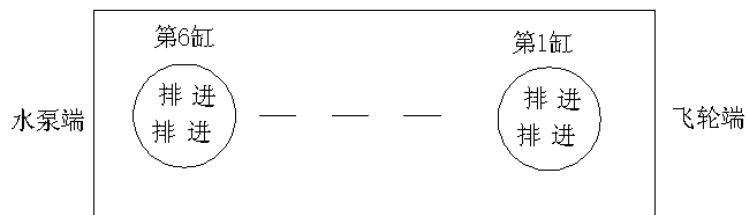

图 14 进排气阀安装位置
8.18.1 在进排气阀杆部涂试验油，然后轻推入气阀导管孔内，进排气阀的安装位置见图 14。